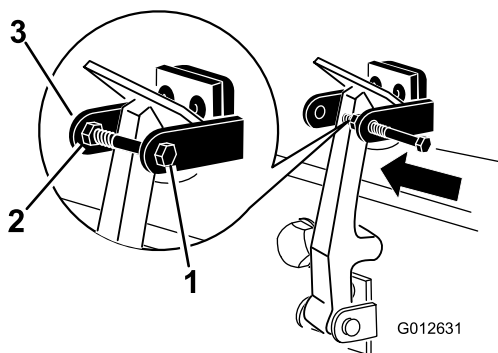

Figura 7
8. Montai urubul la celălalt braț al suportului clișetului capotei pentru a bloca clișetul în poziție (Figura 7). Strângeți urubul, dar nu strângeți piulița.